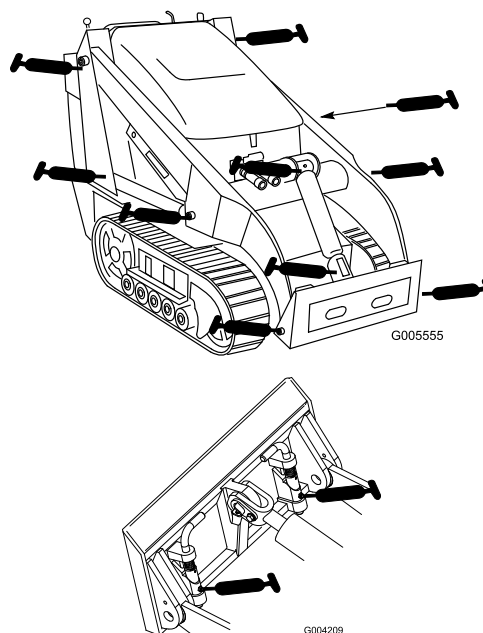

Figure 34
3. Raccordez une pompe à graisse à chaque graisseur (Figure 34).